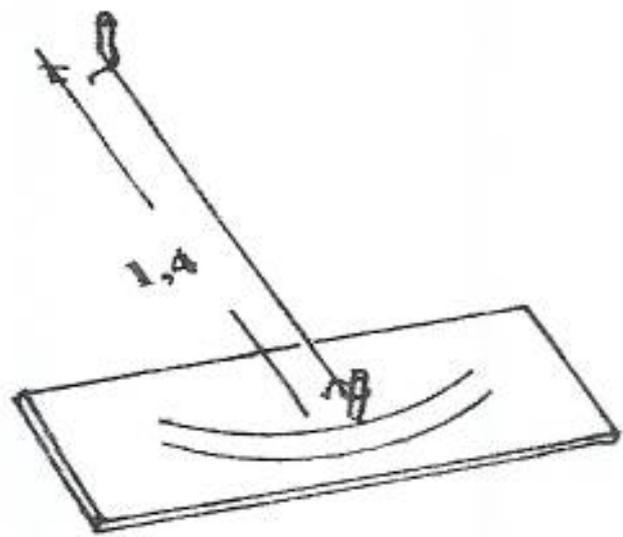

Figura 8
- prender um dos pregos em uma madeira fixa ou sobre o chão (figura 8) e, com o outro prego, risque a primeira linha sobre